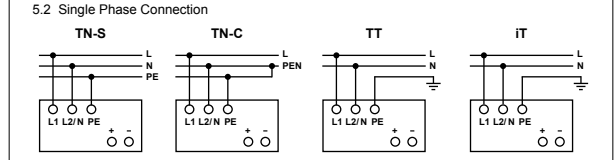

Figure 5
- 5.1. Anschluss der Eingangsklemmen (Abb. 1, Abb. 5)
Bei Wechselstromeingangsverbindungen müssen die L1-, L2- und PE-Anschlüsse am Eingangsklemmenverbinder (siehe Abb. 5) zum Herstellen der Verbindung für 2 x 200-500Vac verwendet werden. Um einen einphasigen 200-277 Vac-Anschluss herzustellen, muss N mit der L2-Klemme verbunden sein. Abb. 5 zeigt den Anschluss an die unterschiedlichen Netztypen.